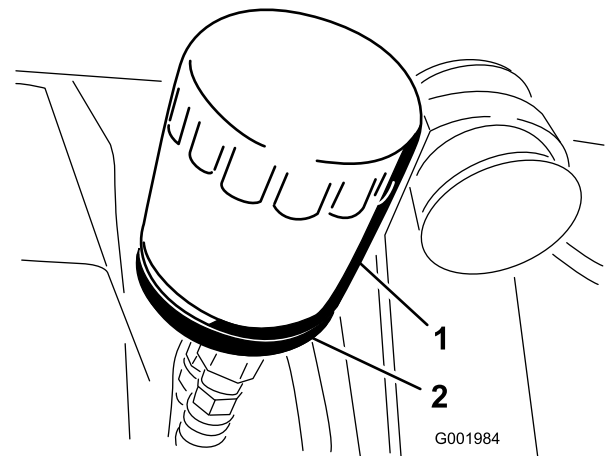

図 47
2. オイルフィルタ (図 47) を外す。
じ込み、そこから更に 1/2 回転増し締めする (図 47)。